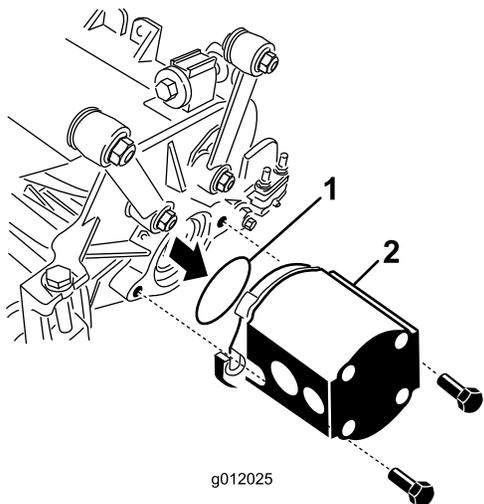

図 24
5. 駆動モータのフランジにリングカッティングユニットの付属部品を取り付ける 図 24。
6. リールモータを各カッティングユニットに装着しカッティングユニットの付属部品のキャップスクリュー 2 本で固定する 図 24。